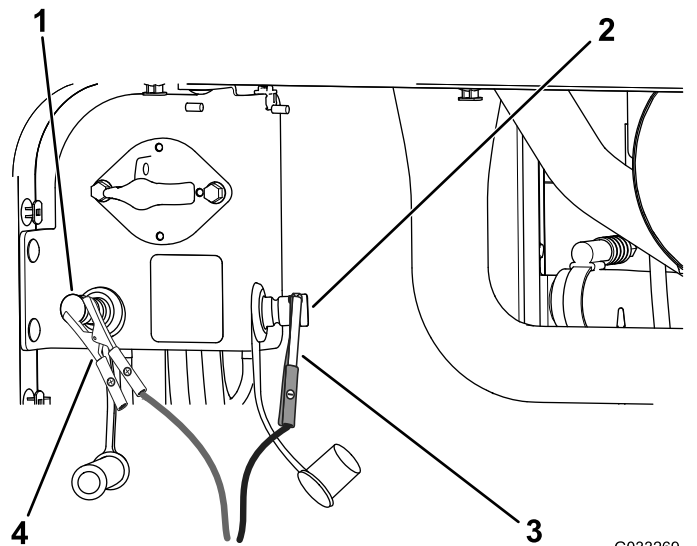

Figura 115
4. Ligue o cabo positivo do carregador da bateria ao polo positivo de arranque (Figura 115).
5. Ligue o cabo negativo do carregador da bateria ao polo negativo de arranque (Figura 115).
7. Quando as baterias estiverem totalmente carregadas, desligue o carregador da tomada elétrica e em seguida desligue os cabos do carregador dos polos de arranque (Figura 115).